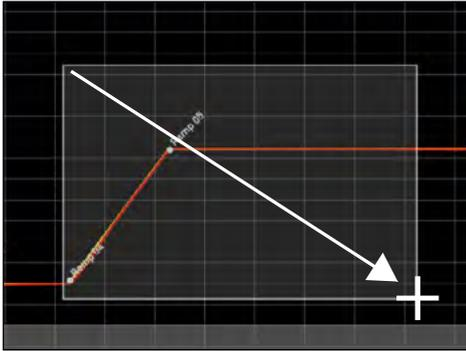

Abb. 10
- ▶ Um einen bestimmten Bereich zu vergrößern, bei gedrückter linker Maustaste ein Rechteck über dem gewünschten Bereich aufziehen (Abb. 10). Wenn der Ausschnitt rot dargestellt wird, ist er zu klein, um angezeigt werden zu können. Vergrößern Sie in diesem Fall den Ausschnitt, bis er hellgrau dargestellt wird.